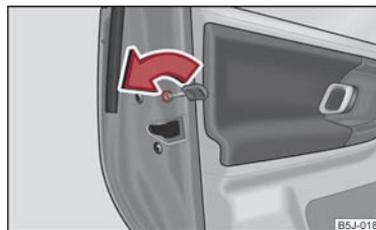

Abb. 11 Kindersicherung an den hinteren Türen
- Drehen Sie mit dem Fahrzeugschlüssel den Schlitz an der hinteren Tür in Pfeilrichtung ⇒ Abb. 11.